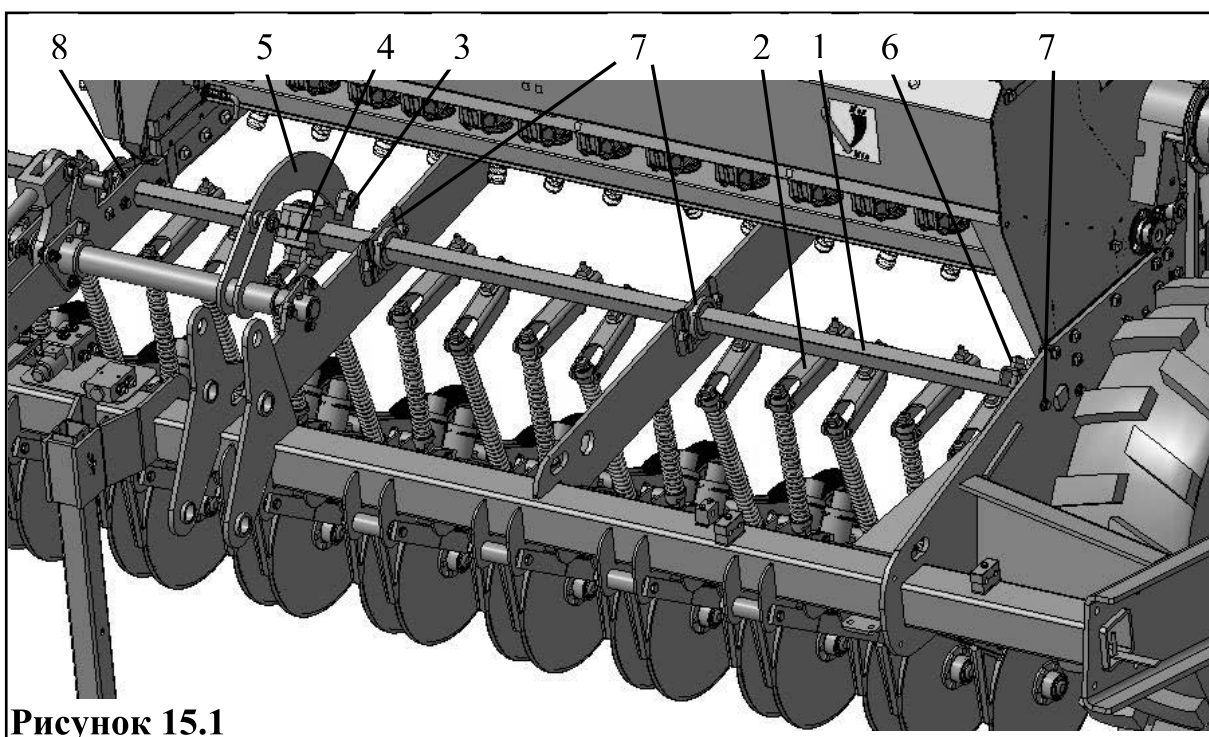
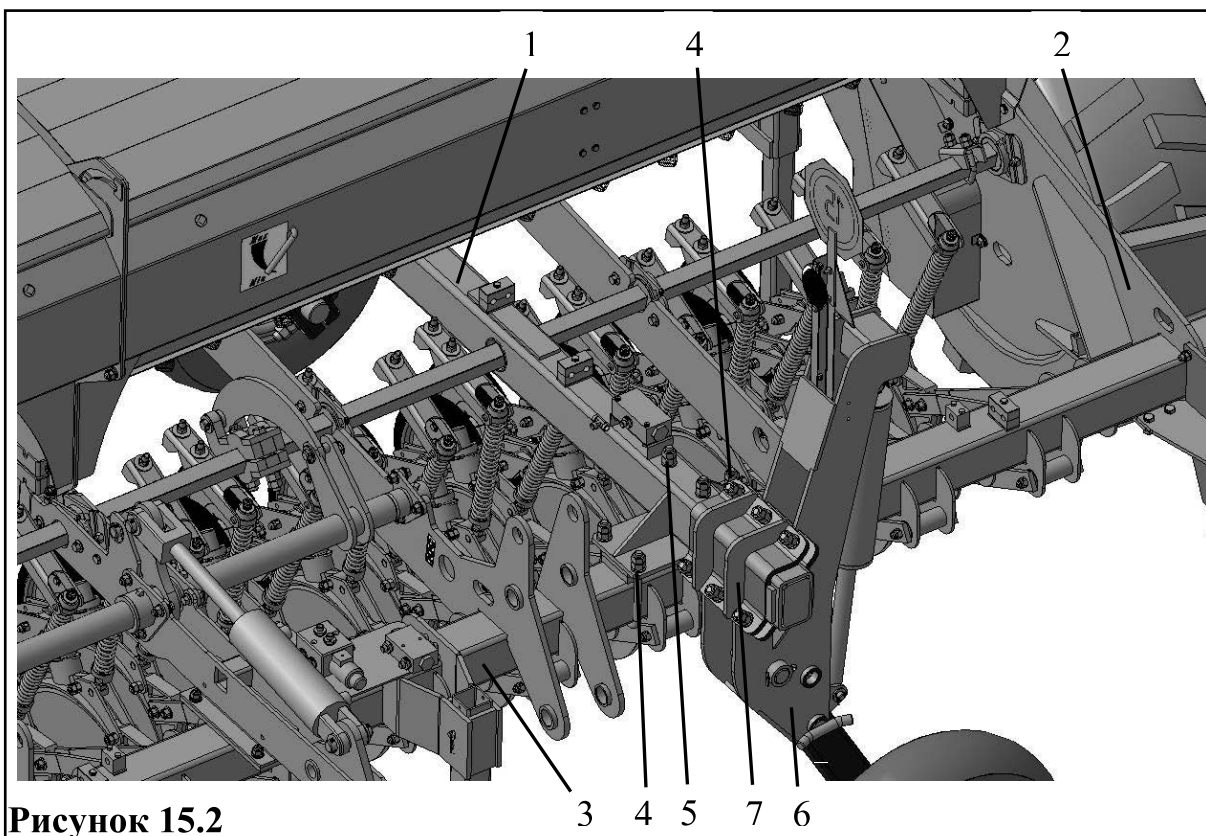

Рисунок 15.1
Рисунок 15.2
- 3) Отсоединить от квадрата 1 рычаги шпренгелей 2 (рис. 15.1) секций (с первой по четырнадцатую слева по ходу движения).
- 4) Отсоединить от квадрата рычаг 3 и кронштейн 4 механизма подъёма секций. Повернуть тягу 5 (рис. 15.1) таким образом, чтобы она не мешала извлечь квадрат.
- 5) Ослабить фиксатор квадратного вала 6 (рис. 15.1).
- 6) Отсоединить от рамы три корпуса с чугунными подшипниками 7 (рис. 15.1).
- 7) Сместить квадрат в сторону опорно-приводного колеса для того, чтобы извлечь его из подшипника 8 (рис. 15.1) в центральной части сеялки. Извлечь квадрат.
- 8) Перед установкой балки хода транспортного 1 (рис. 15.2), установить квадрат 1 (рис. 15.1) с чугунными подшипниками 7 и их корпусами в круглое отверстие балки.
- 9) Установить балку 1 (рис. 15.2) на левой стороне рамы (по ходу движения) между седьмой и восьмой секциями (1124 мм от балки до боковины 2 рамы). При установке балки, одновременно завести квадрат в отверстие боковины 2 рамы.
11)Притянуть к переднему брусу 3 хомутами 4 и 5 (рис. 15.2) с гайками и контргайками М16-6Н.8.
- 13) Установить на балку опоры с колёсами 6 (рис. 15.2 и рис. 15.3). Зафиксировать их хомутами 7 с болтами М16х80.88, шайбами, гайками М16-6Н.8 и контргайками.